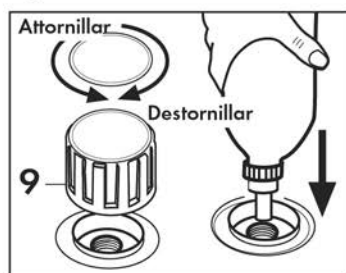

Fig. 3
Abrir manualmente el tapón de llenado de la caldera (9) presionando hacia abajo y contemporáneamente girándolo en el sentido inverso al de las agujas del reloj; volcar la botella en el agujero de la caldera, vaciar el agua al interior de la misma; para hacer esto hay que remover el dispositivo de seguridad presionando el tapón de la botella hacia el agujero de llenado de la caldera. Sucesivamente, cuando la caldera está llena de agua, enroscar otra vez el tapón (9) girándolo en el sentido de las agujas del reloj; asegurándose de que esté bien apretado. (Fig. 3)